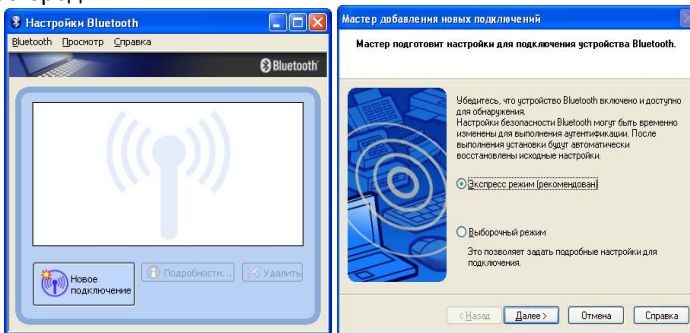

Рисунок 3
6.2.6 Для настройки подключения вызвать программу настройки Bluetooth (см. рисунок 3) и нажать кнопку «Новое подключение», а затем в Мастере добавления новых подключений выбрать Экспресс режим и нажать кнопку «Далее». При установлении связи с прибором через BT-соединение рекомендуется не превышать дистанцию 10 метров в пределах прямой видимости и 1-3 метра при работе через стены и перегородки